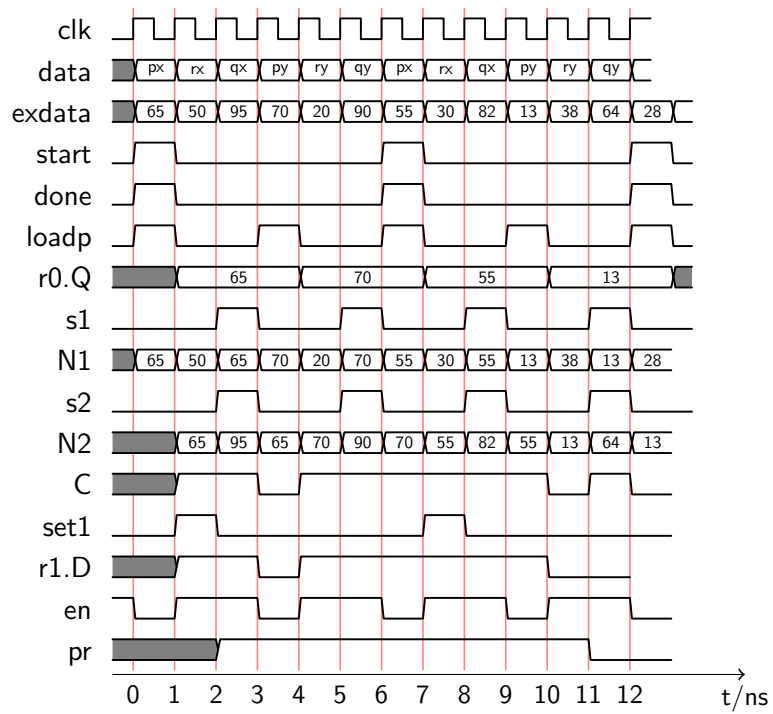

Abbildung 5: Timingdiagramm mit Kontrollsignalen
e) In Abbildung 5 ist der zeitliche Ablauf der Kontrollsignale dargestellt.